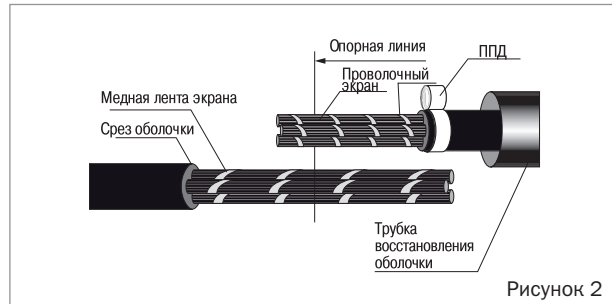

Рисунок 2
- Обмотать поверхность оболочки одного из кабелей полиэтиленовой пленкой от упаковки (на рисунке не показана), надеть трубку восстановления оболочки и сдвинуть вдоль кабеля (рисунок 2). Установить на один виток пружину постоянного давления (далее ППД) поверх наружного покрова кабеля.